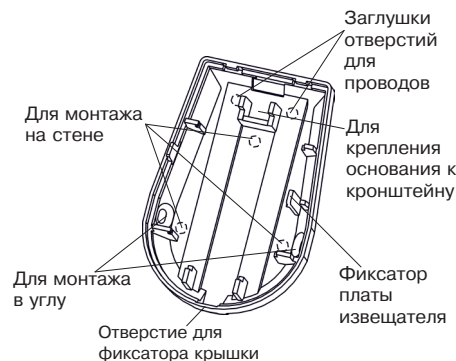

Рисунок 2 – Основание
- Снимите крышку извещателя, отжав отверткой фиксатор крышки через отверстие, расположенное в нижней части основания извещателя (рисунок 2).